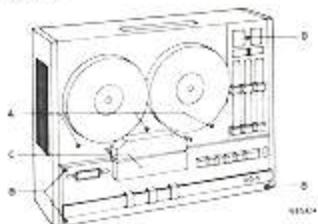

Fig. 1
- Die Abdeckplatte kann entfernt werden, nachdem die drei Schrauben A entfernt worden sind. Zum Ersetzten von Köpfen, der Anpressrolle usw. soll außerdem die vordere Kopftabdeckplatte C entfernt werden (Fig. 1).